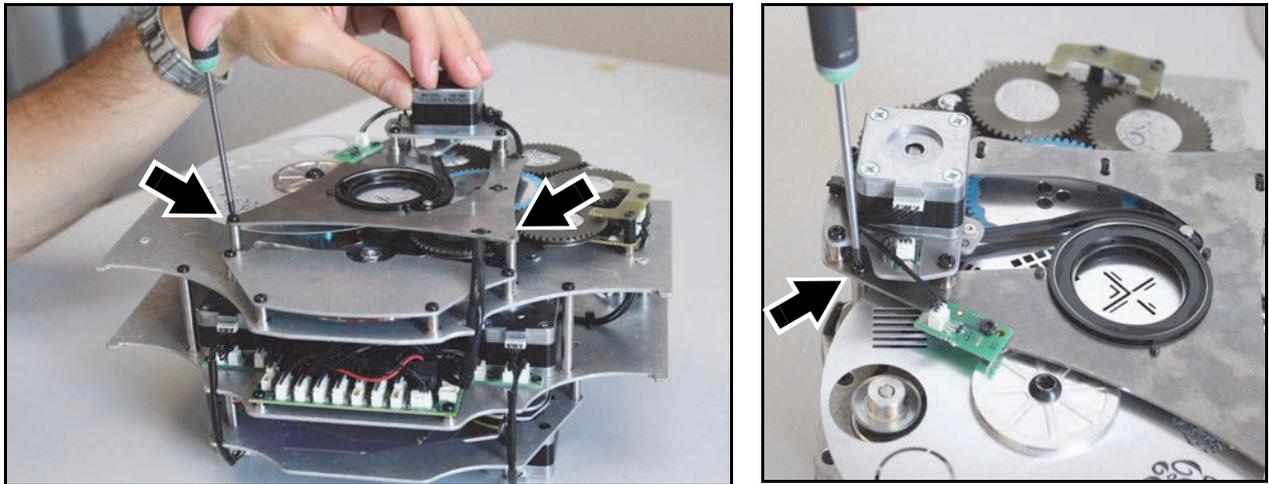

Figure 14: Démontage de l'iris
2. Voir Figure 14. Démontez les 3 vis Torx 10 qui maintiennent l'iris (repérées ci-dessous).